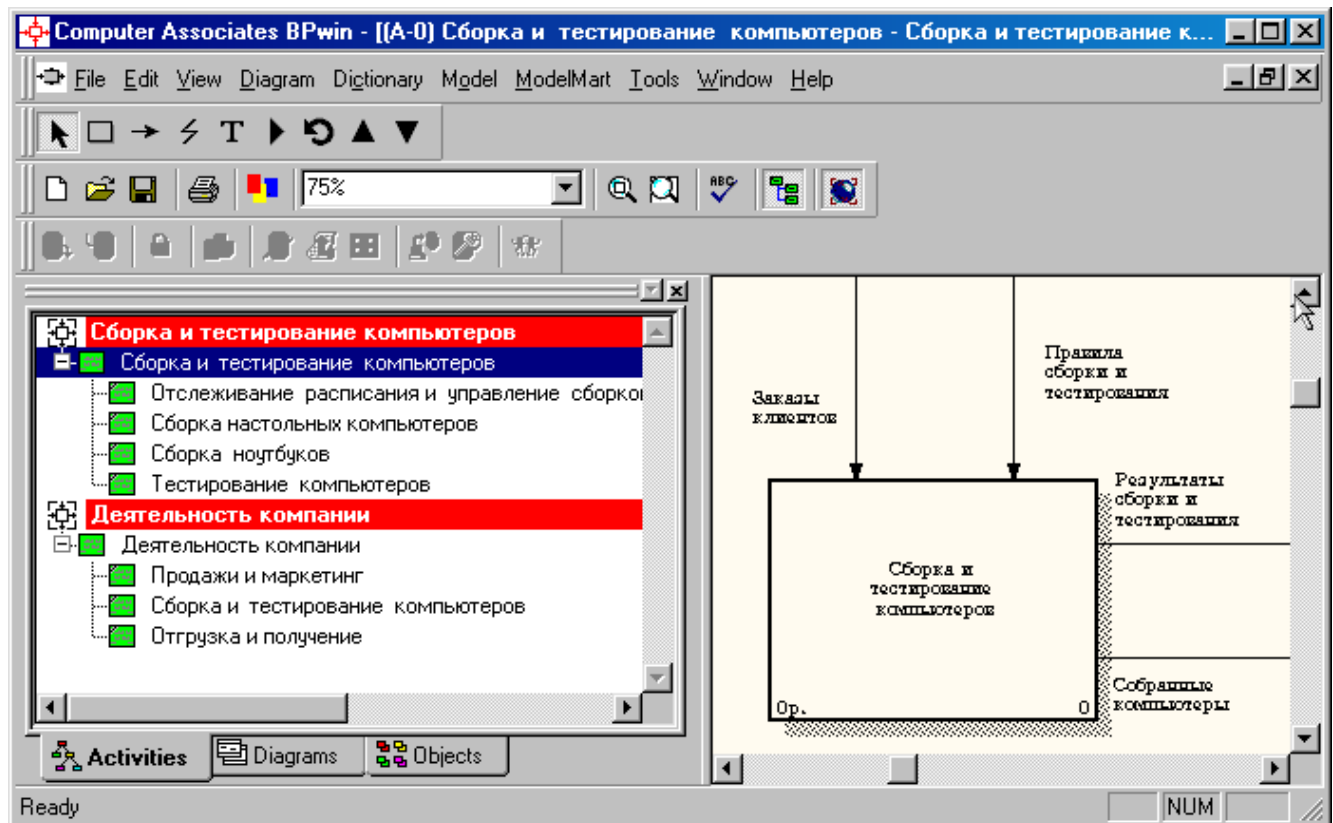
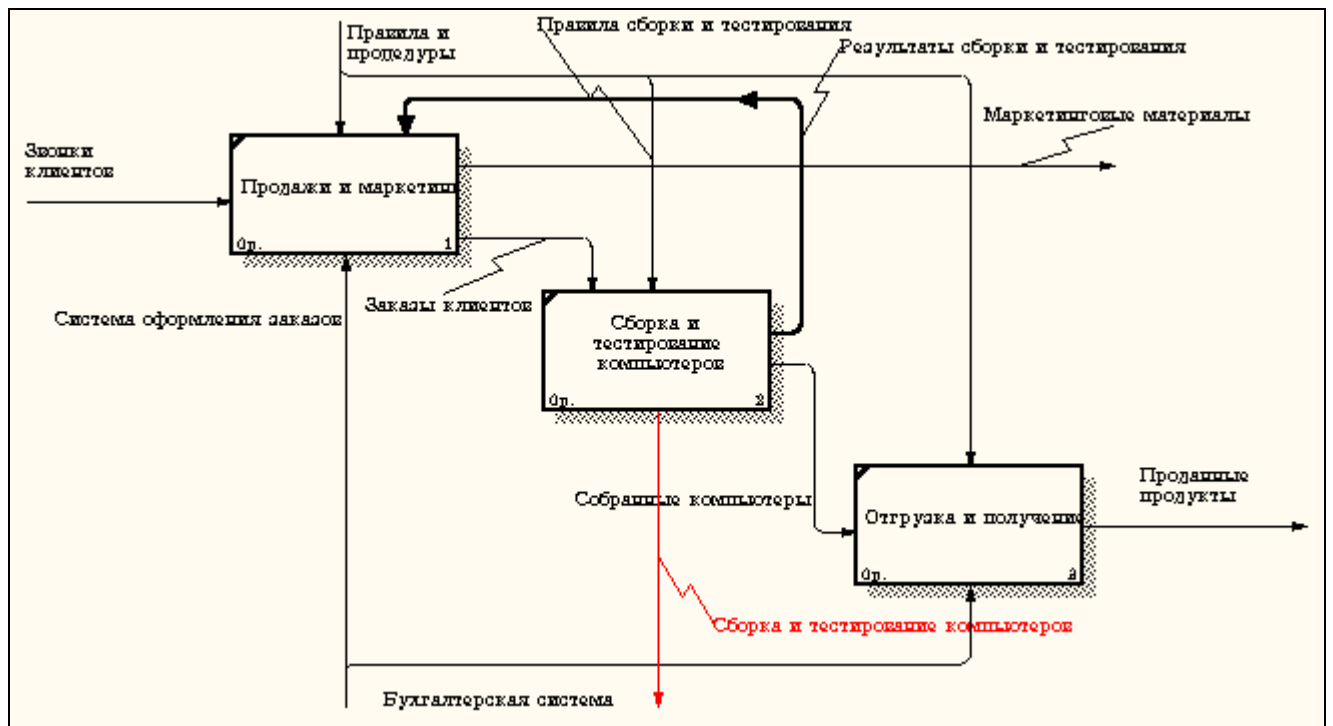

Рисунок 5.3 –В **Model Explorer** появилась новая модель
Рисунок 5.4 – На диаграмме A0 модели "Деятельность компании" появилась
- 3 Посмотрите на результат: в **Model Explorer** появилась новая модель (рисунок 5.3), а на диаграмме A0 модели "Деятельность компании" появилась стрелка вызова "Сборка и тестирование компьютеров" (рисунок 5.4).